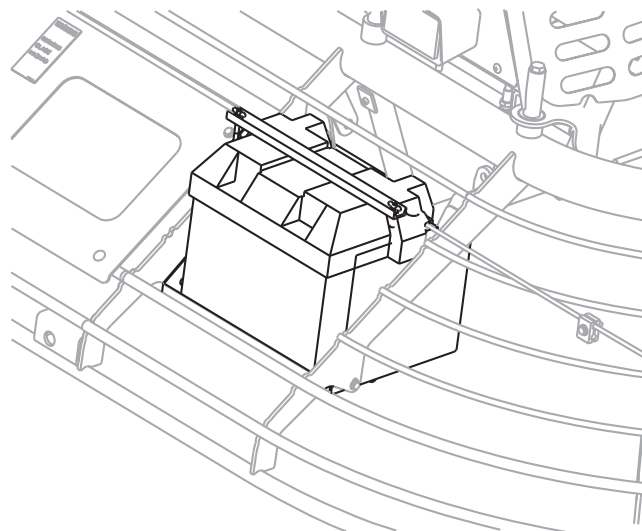

Bild 10. Batterilåda
2. För att installera batteriet i glättaren, se till att batteriet är ordentligt placerat i batterilådan (Bild 10).